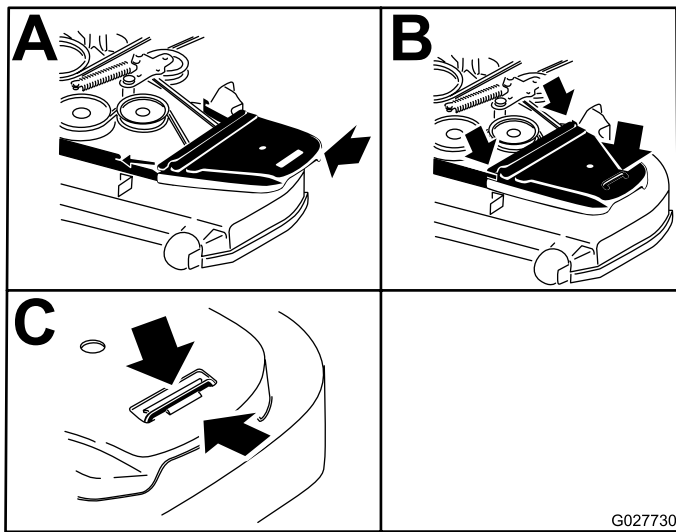

Figura 90
12. Instale las cubiertas de la correa (**Figura 90**).